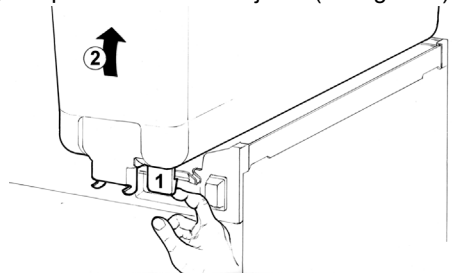

figura 2
- 2 Quitar el contenedor vacío levantándolo por la parte anterior y desprendiéndolo de la junta (ver figura 2).